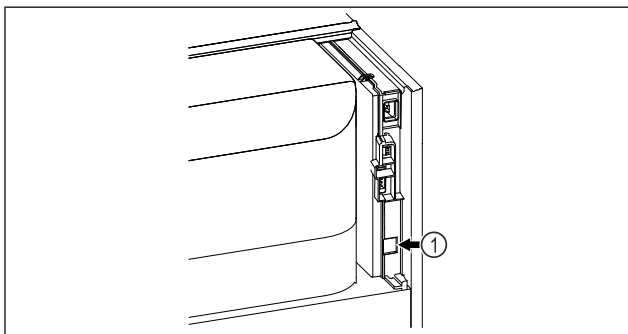

Fig. 47
- Vstavljen je SmartModule Fig. 47 (1).